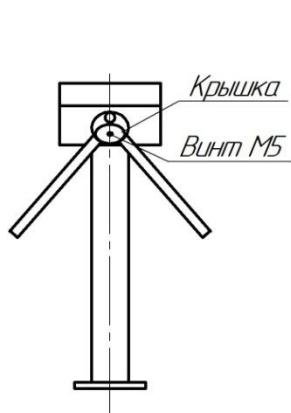
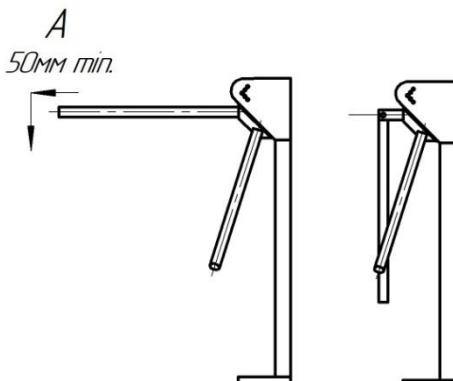

Рис. 1
Рис. 2
6.4. Установите штанги. Для этого снимите крышку поворотного механизма, открутив винт M5 (рис.1). Закрепите штанги болтами M10, входящими в комплект штанг. Для перевода штанги «антипаника» в положение «проход открыт» оттяните штангу в направлении А (от турникета) на 50-80мм и поверните ее вниз (рис.2). Время открытия штанги «антипаника» составляет 1-3с. Закройте место крепления штанг крышкой.